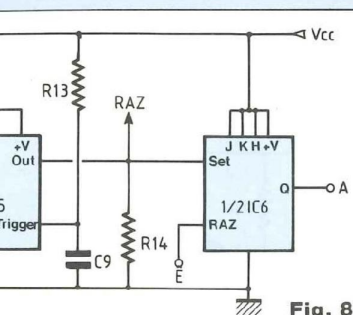

Fig. 8
a) Remise à zéro et auto-maintien (fig. 8)